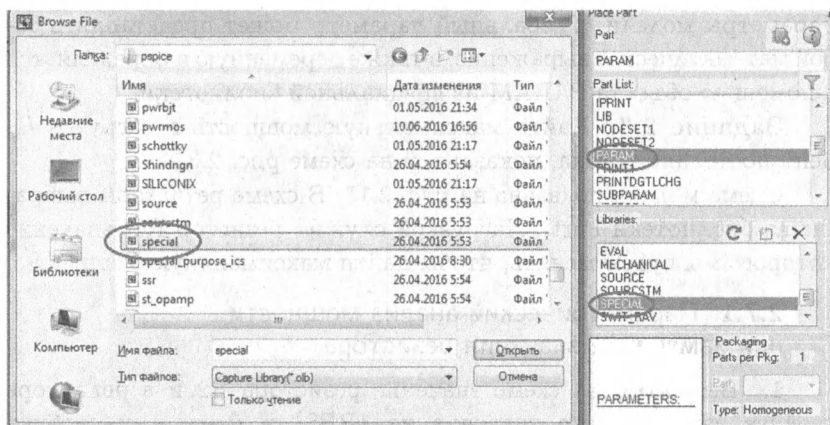

Рис. 2.15. Добавление библиотеки Special
3. В меню библиотеки SPECIAL выбираем PARAM (рис. 2.15).